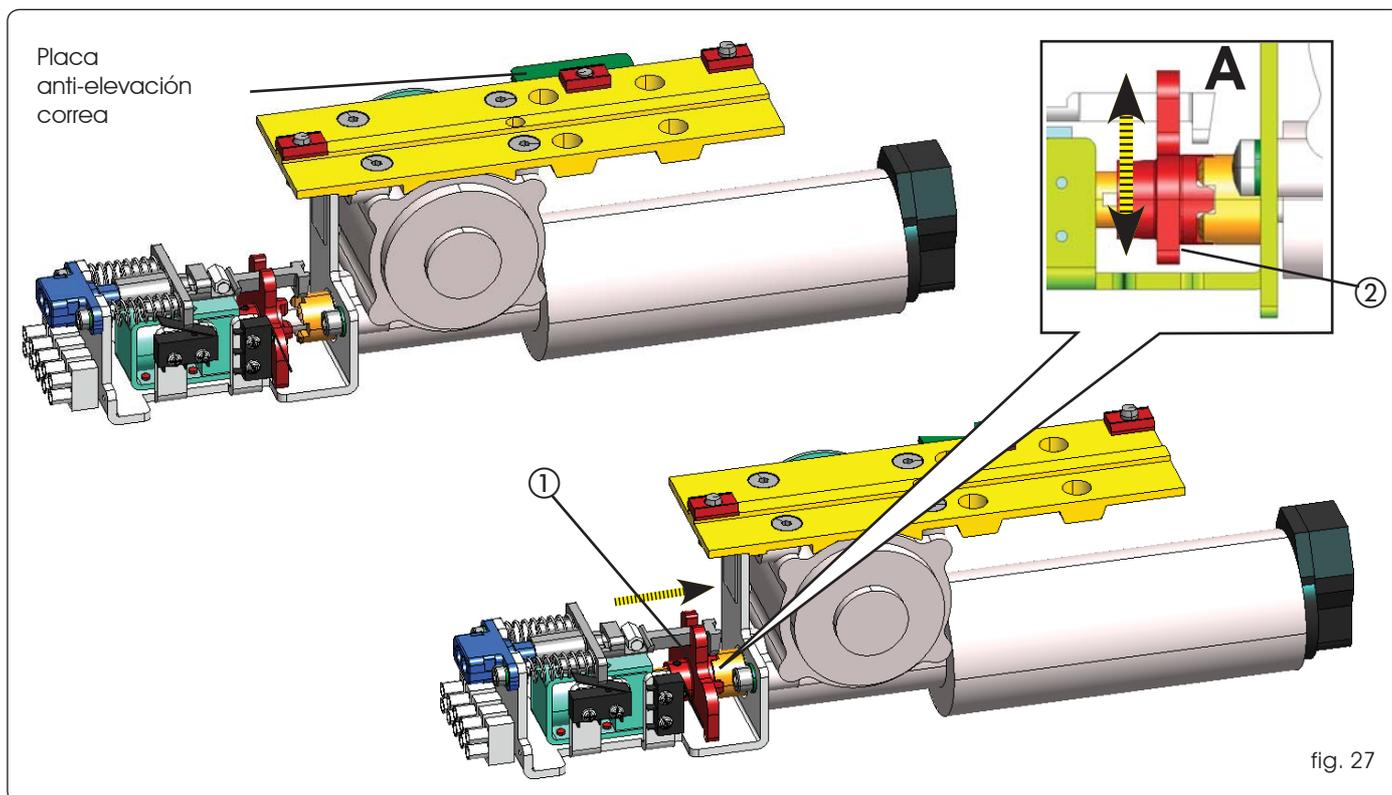
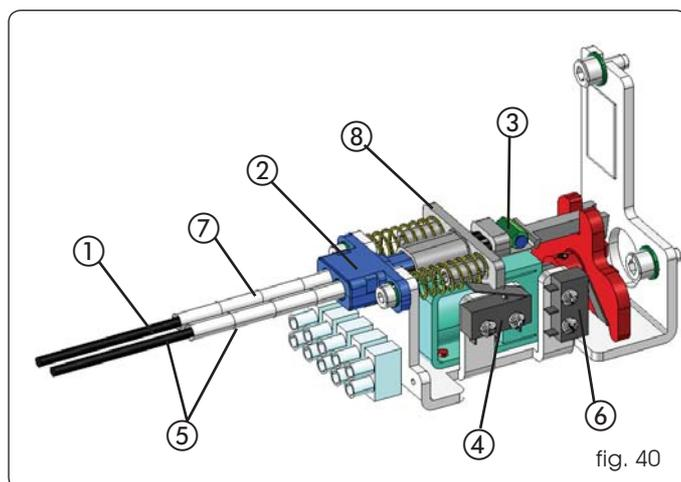

fig. 27
fig. 40
- Empuje manualmente la palanca (fig. 27 ref. ①) hacia el eje motor comprobando que se acople correctamente como muestra la fig. 27 ref. A).
- Mueva la palanca en sentido vertical (fig. 27 ref. ②) y compruebe que haya juego entre el acoplamiento del eje motor y del bloqueo motor.
- Acerque el cable con vaina a la pieza ② de la fig. 40 y corte la vaina sobrante.
- Pase el cable (fig. 40 ref. ①) por el interior de la pieza ② colocando la vaina hasta el tope (fig. 40 ref. ⑦).
- Introduzca el cable en la mordaza (fig. 40 ref. ③).
- Tire de la pieza ⑧ hasta el tope (comprimiendo los resortes) y atornille el tornillo de la mordaza ③ bloqueando el cable de acero.
- Compruebe que el acoplamiento bloqueo motor esté libre del acoplamiento eje motor (fig. 27 ref. A).
- Desbloquee el pomo girándolo 90° y compruebe que funcione el desbloqueo. Compruebe que tirando del pomo se active el microinterruptor de apertura de la puerta (fig. 40 ref. ④).
Si es necesaria la instalación del desbloqueo externo utilice los pulsadores de llave. Introduzca el cable de desbloqueo en el bloqueo motor utilizando el relativo alojamiento (fig. 40 ref. ⑤).